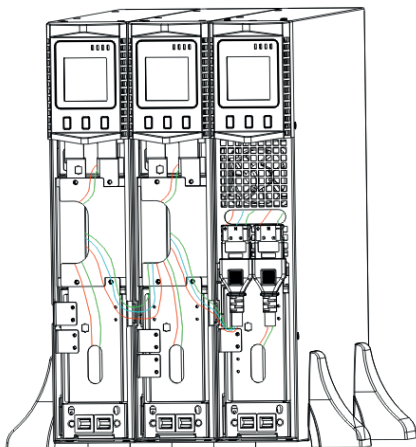

Rysunek 14: Plastikowe podstawki
1. dwa plastikowe uchwyty bazowe skrzyżować jak na Rys. 14